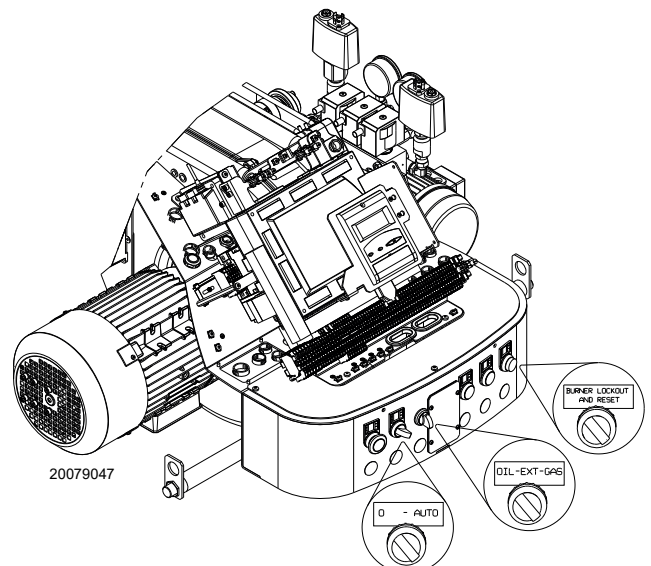

Рис. 29
Установіть перемикач **OIL-EXT-GAS** (Рис. 29 на сторінці 34) у положення **OIL**, щоб вибрати дизельне паливо.
Замкніть термостати/реле тиску та встановіть перемикач з Рис. 29 на сторінці 34 у положення **AUTO**.
- переведіть перемикач Рис. 29 в положення **0** і зачекайте, поки блок керування виконає фазу вимкнення;
Замкніть засоби дистанційного керування та встановіть перемикач (Рис. 29 на сторінці 34) у положення **ON**.
Селектор (Рис. 29 на сторінці 34) переведіть у положення **GAS**, щоб вибрати газ як паливо.
- 1 за допомогою селектора (Рис. 29 на сторінці 34);
У положенні **EXT** селектор (Рис. 29 на сторінці 34) активує вибір палива дистанційно. У цьому положенні, якщо дистанційний селектор не підключений, на дисплеї відображається пріоритетне паливо.